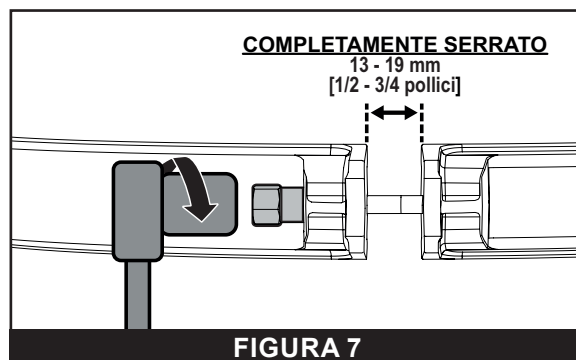

FIGURA 7
6. Utilizzare una *Chiave a bussola* e una *chiave inglese da 3/4 di pollice* (3) per stringere il *dado del morsetto* (4), applicando una coppia compresa tra 22 e 24 Nm [16 e 18 ft-lbs]. Si consulti **FIGURA 7**.
7. Verificare che la distanza tra le estremità del morsetto sia compresa tra 13 e 19 mm [1/2" e 3/4"]. Si consulti **FIGURA 7**.